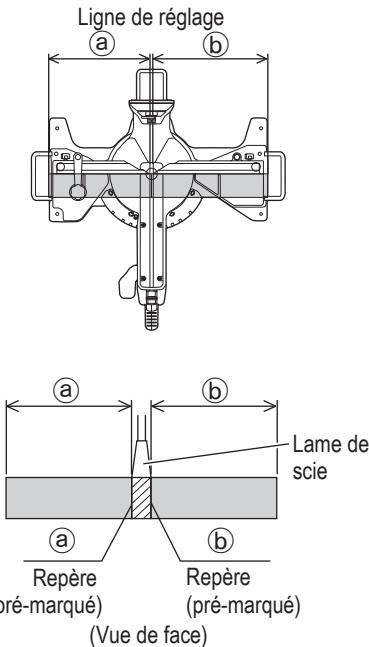

Fig. 33
- (1) Comme indiqué à la Fig. 33, la largeur de la lame est la largeur de coupe. En conséquence, glisser la pièce vers la droite (vue de la position de l'opérateur) pour obtenir la longueur (b), et sur la gauche pour obtenir la longueur (a). Utiliser la DEL d'éclairage, projeter l'ombre de la lame sur la pièce, aligner le côté gauche ou droit de l'ombre de la lame sur le trait d'encre sur la pièce.